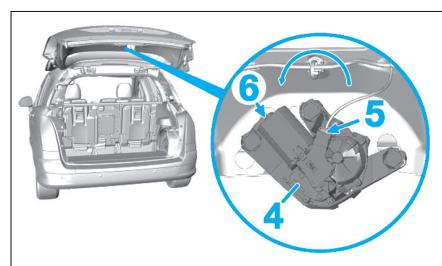

Fig. 138
- l'écrou (1) le bras d'essuie-vitre arrière (3),
- Débrancher le connecteur (5) (**Fig.138**).
- Dégager le mécanisme d'essuie-vitre (4) en (6).
- Tourner d'1/4 de tour le mécanisme d'essuie-vitre (4) (flèche).